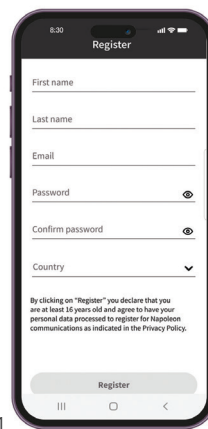

Fig. 2
3. Inserisci le informazioni dell'utente e crea una password per l'account. Seleziona il paese in cui si trova l'apparecchio. (Fig. 2)